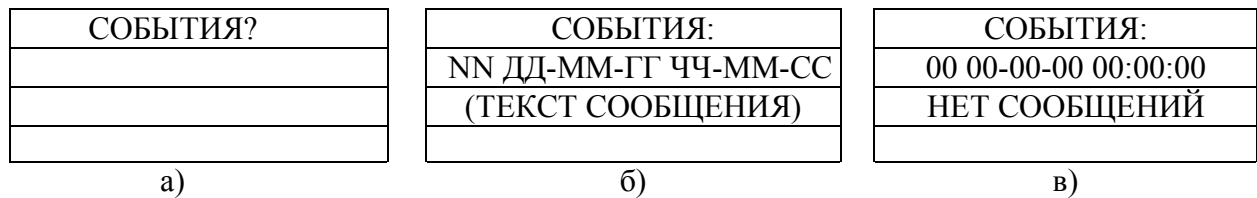

Рисунок 2.4 - Примеры экранов при работе в меню "СОБЫТИЯ ?"
Аварийная и технологическая информация, представленная сообщениями в формате [№№_ДАТА_ВРЕМЯ_текст сообщения], просматривается и квитируется после выбора пункта меню "СОБЫТИЯ?" (рисунок 2.4а). Во второй строке индикатора отображается:
- NN - порядковый номер неквитированного сообщения, на текущий момент времени (рисунок 2.4б);